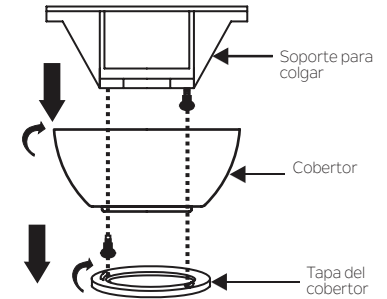

Fig. 5
Paso 1. Quite la tapa decorativa del cobertor girando el cobertor hacia la izquierda. (Fig. 5)
Paso 2. Quite el soporte para montaje de techo del cobertor quitando (y guardando) uno de los dos tornillos. Afloje el tornillo restante sin sacarlo totalmente. (Fig. 5)